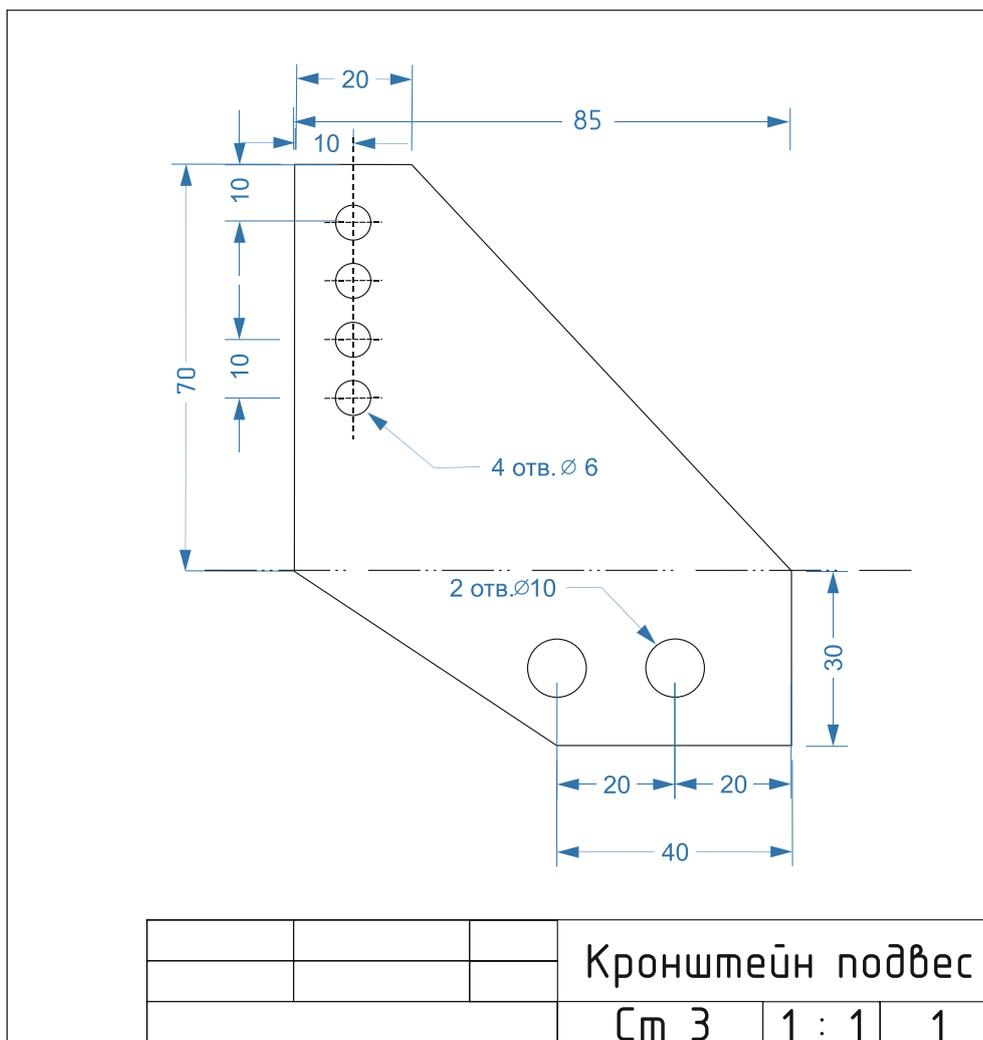

Рис. 1. Чертеж Кронштейн подвес
2. По чертежу изготовить кронштейн подвес (рис. 1).